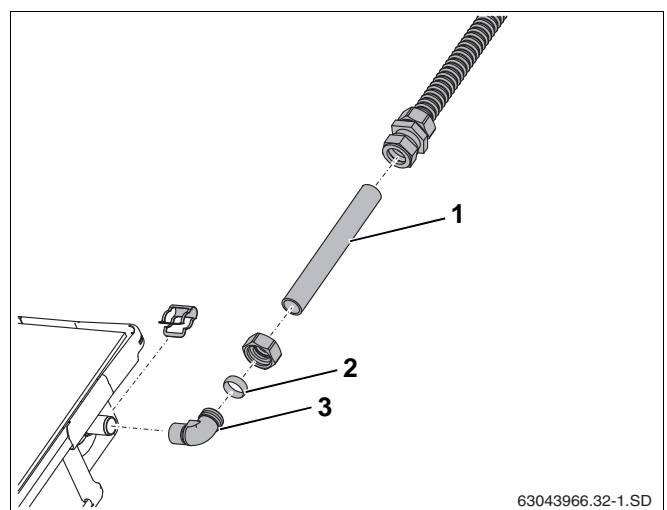

Fig. 61 Forlængelse af tilslutningsrør
- ▶ Montér klemringen (fig. 61, **pos. 2**) og omløberen på vinkel (fig. 61, **pos. 3**).
- ▶ Sæt det forlængede kobberør (18 mm, fig. 61, **pos. 1**) ind i klemringsforskrningerne.